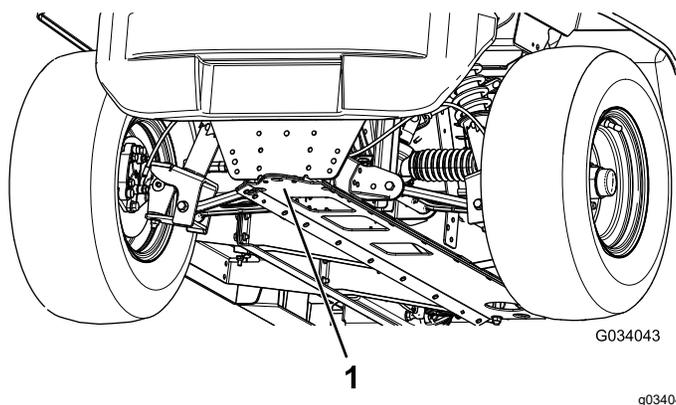

図 22
- 車両前部のジャッキアップポイントは、牽引トングの後ろのフレーム前部です 図 22。